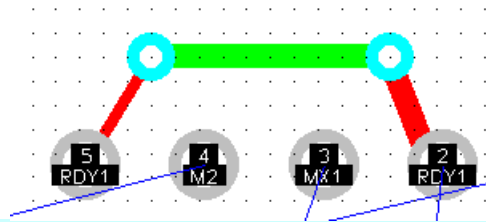

Рис. 9-28. Фрагмент трассы с проводниками разной ширины расположенными в разных слоях
4) При необходимости в процессе трассировки перед началом размещения текущего сегмента можно изменить сигнальный слой или ширину сегмента. Для переключения сигнальных слоев используйте горячие клавиши **L** или **SHIFT/L**, а для переключения текущей ширины линии горячие клавиши **W** или **SHIFT/W**. Для примера на рис. 9-28 приведен фрагмент трассы, выполненный сегментами разной ширины и расположенными в разных слоях.